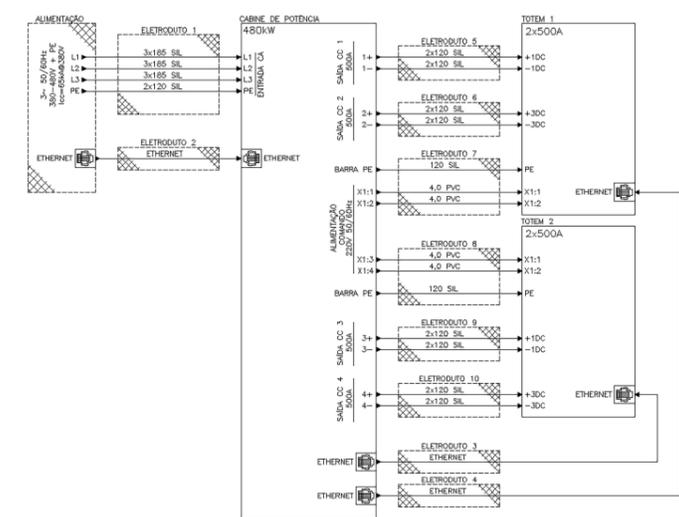

Figura 5.4: Esquema de ligação: alimentação, Cabine de Potência e Totems
- As bitolas dos condutores especificadas consideram a tensão de alimentação de 380V. Um esquema detalhado de ligação é apresentado na Figura 5.4.
- Cada barra de entrada possui dois (02) furos M12, cada furo M12 permite a conexão de até dois (02) terminais, uma pela frente e outro por trás da barra.